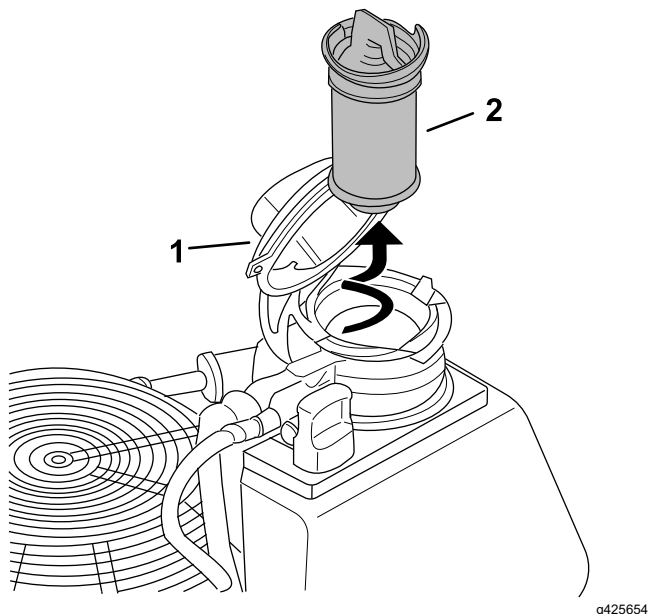

Figure 41
9. Déposez le filtre à huile moteur (Figure 41)